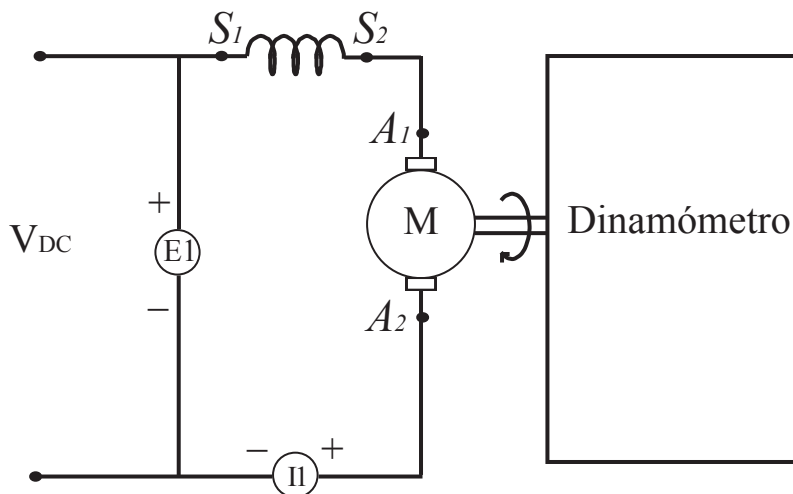

Figura 5: Conexión en serie del motor DC
1. Realice en el módulo de LabVolt, el montaje del circuito de la figura 5.